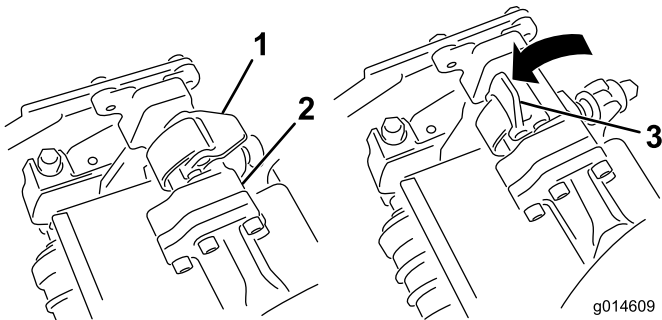

**Figura 11**
3. Per installare l'apparato di taglio centrale, sollevate il poggia piedi e ruotatelo, per consentire l'accesso alla posizione dell'apparato di taglio centrale. (Figura 11)